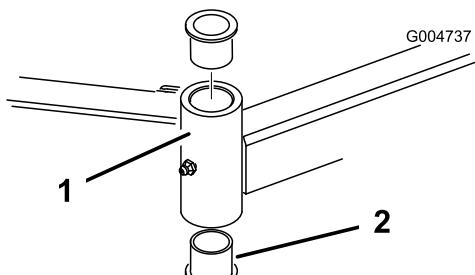

Figura 80
4. Inserite un punteruolo nella parte superiore o inferiore del tubo di fissaggio, e spingete la boccola fuori del tubo (Figura 80). Estraete dal tubo anche l'altra boccola. Pulite l'interno dei tubi di fissaggio.